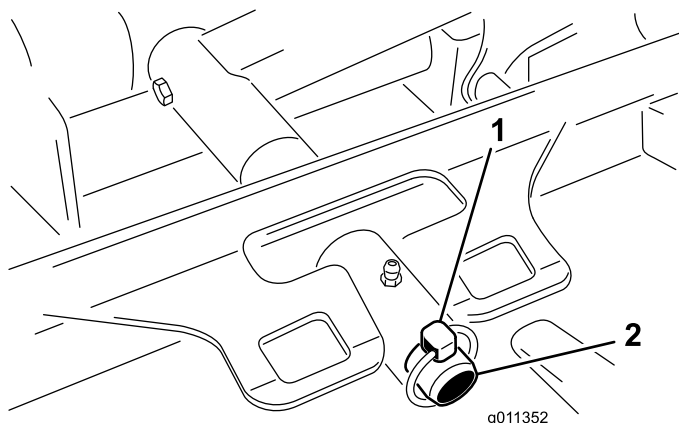

Bild 65
3. Entfernen Sie den Klapptecker, mit dem der Mähwerk Trägerrahmen am Gelenkstift des Hubgestänges befestigt ist (Bild 65).
3. Schieben Sie den Mähwerkträgerrahmen auf den Lagerbolzen am Hubgestänge. Befestigen Sie ihn mit einem Klapstecker (Bild 65).